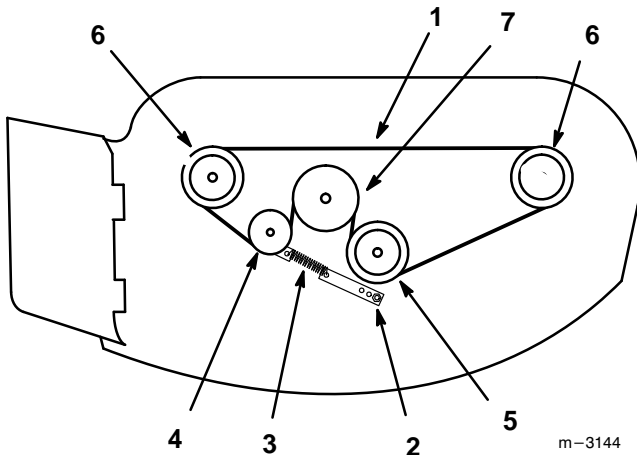

Abbildung 20
4. Spannbügel und Feder lösen, um die Spannung aus Führungsrollenarm und Führungsrolle zu beseitigen. Dann den abgenutzten Mähdeckriemen entfernen (Abb. 20).
5. Den neuen Mähdeckriemen um die beiden Außenbord-Spindelscheiben, die feste Führungsrolle und die mittlere Spindelscheibe legen (Abb. 20).
6. Die Feder des Führungsrollenarms und den Spannbügel wieder anbringen und mit einer Sicherungsmutter befestigen (Abb. 20).